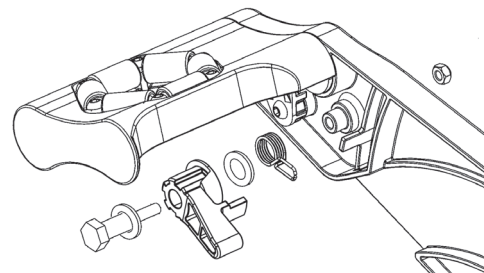

Fig. 18
1. Retirer le boulon qui fixe le cliquet sur le bras de l'enrouleur (fig. 18).